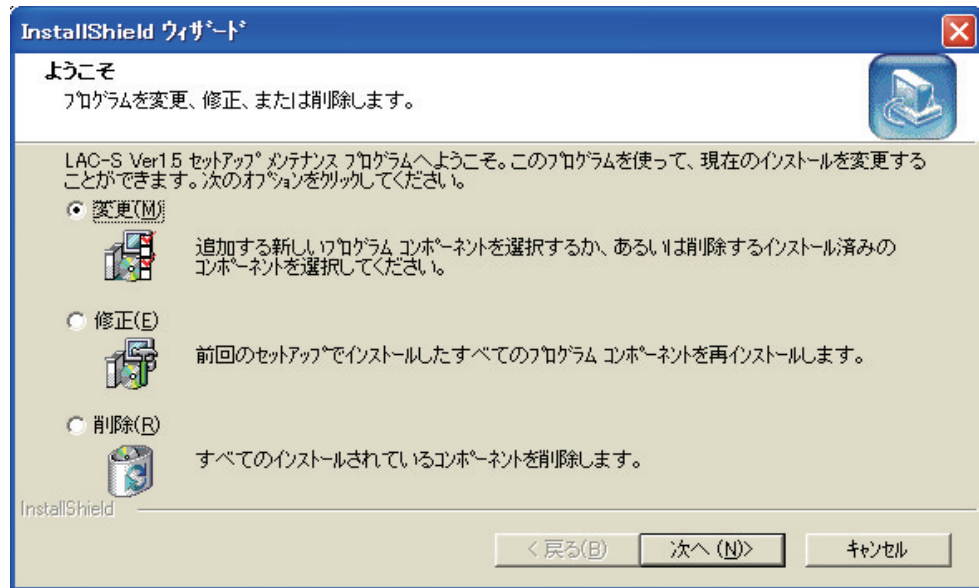

図4-2-1
LAC-DP-SのCD-ROMをコンピュータのCDドライブ(DVDドライブ)にセットしてください。CDが自動的に読み込まれ、インストールウィザード(図4-2-1)が起動します。(使用するコンピュータの設定により自動で起動しないこともあります。その時は「4.5 インストールウィザードが自動起動しない場合」を参照してください。)
- ・ [戻る(B)]をクリックした場合、図4-2-1に戻ります。